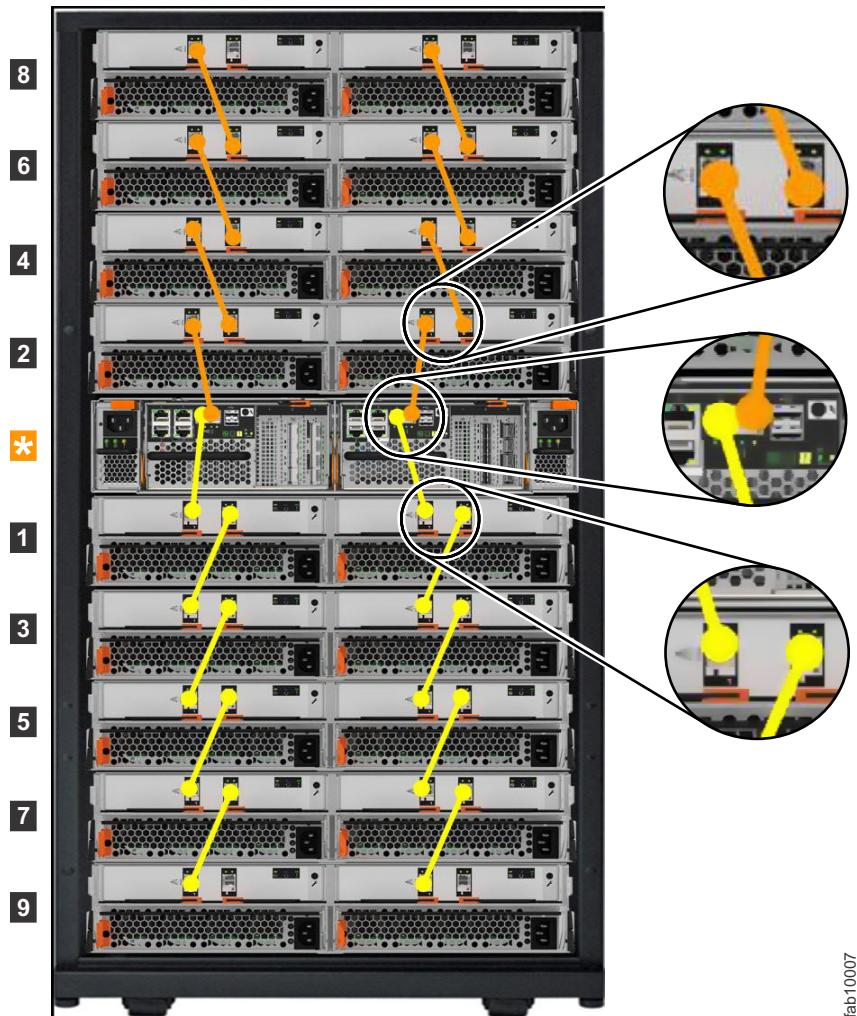

図 43. SAS ケーブルの接続
は、図 43 を参照してください。
3. 追加の拡張エンクロージャーを取り付ける場合は、各拡張エンクロージャーを、チェーン内の前の拡張エンクロージャーに接続します。これには、57 ページの図 43 に示されているように、2 本の Mini SAS HD 間ケーブルを使用します。